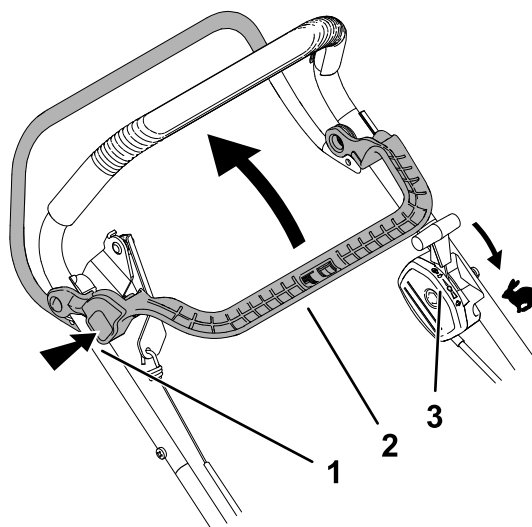

Рисунок 15
1. Убедитесь в том, что рычаг дроссельной заслонки находится в положении БЫСТРО (Рисунок 15).
2. Нажмите кнопку защелки тормозной муфты ножа и потяните штангу управления тормозной муфтой ножа назад, прижав ее к рукоятке (Рисунок 15).